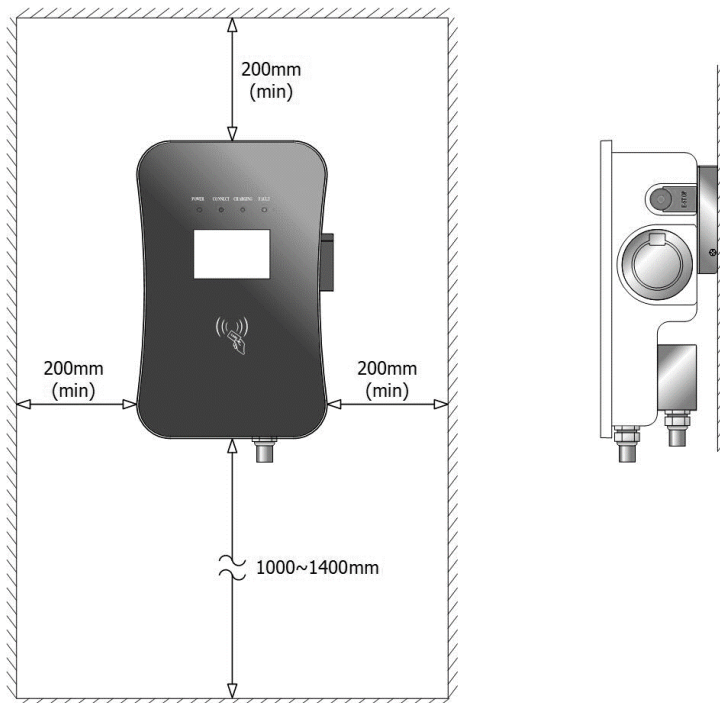

Рис. 5-1 Минимальные требования к пространству для настенного монтажа
- Требуемое пространство: когда зарядная станция закреплена на стене, минимальные требования к пространству показаны на рис. 5-1.